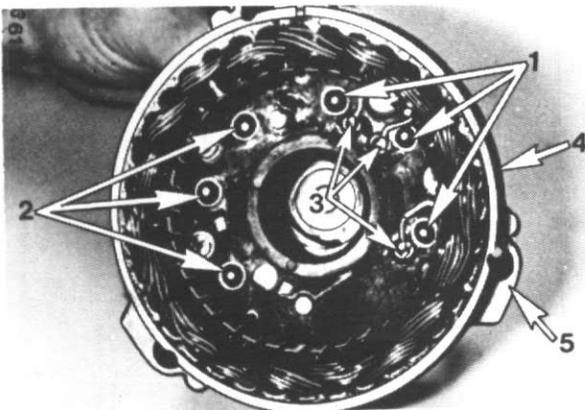

Figure 25
Pour vérifier les diodes (1) fig. 25, connectez un conducteur de la lampe témoin à la borne B + et l'autre tour à tour à chaque diode.